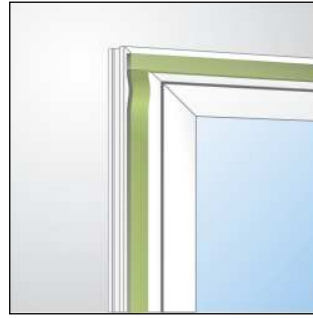

Bild 1: Eckauslegung bei der Fenstermontage
- Die Planung der Fugendimension hat nach den Vorgaben des RAL Leitfadens zur Montage und den allgemeinen technischen Richtlinien zu erfolgen. Banddimension entsprechend der Tabelle wählen. Das überkomprimierte Anfangs- bzw. Endstück abschneiden. Beim Ablängen des Bandes mindestens 2 cm/m dazu geben. Bei senkrechten Fugen mit der Verlegung unten beginnen. Die Bandenden werden stumpf gestoßen. Das Band ist auf geeignete Haftflächen aufzukleben. Die Fugenflanken sollten parallel verlaufen (max. 3° Abweichung). Das Band aus technischen Gründen mind. 2 mm von der Vorderkante der Fugenflanke nach innen verlegen. Nasse Fugen können die, als Montagehilfe dienende, Selbstklebung neutralisieren. In diesem Fall kann TP600 bis zur Aufgehzeit mit Keilen fixiert werden (Bild 2). Bei Verarbeitung mit Farben, Beschichtungen, Dichtstoffen, Natursteinen bitte Verträglichkeit anfragen. TP600 nicht um die Blendrahmenecke führen sondern stumpf stoßen (Bild 1+3). Den flächenbündigen Übergang des Kreuzstoßes zwischen senkrechtem und waagrechtem Fugenband beachten (Bild 4). Bei der Montage von Fertigteilen ist mit Abstandhaltern zu arbeiten, um ein Überkomprimieren des illmod-Bandes zu verhindern. Die Selbstklebung ist bei waagrechtlicher Verlegung nach unten einzulegen.